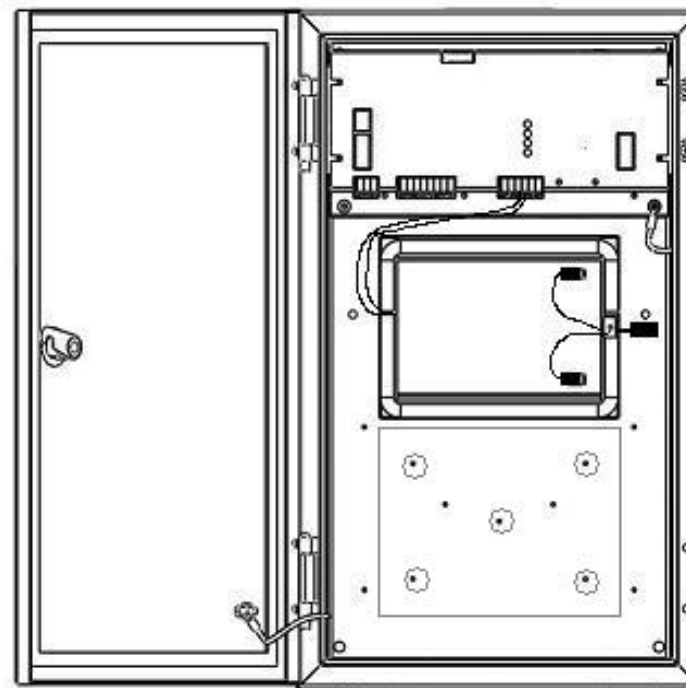

Рис.2 БИРП-Т с термостатом АБ
6.3 Вложить в корпус термостата нижнюю часть теплоизоляции. Затем плату подогрева с радиатором, проводами налево. Провода провести через паз корпуса. Вложить боковые части теплоизоляции. Установить батарею, согласно рис.2. Снять защиту с клемм батареи, надеть на них жгут для АБ, **красный провод на плюсовую клемму, черный – на минусовую**. Провести провода жгута через правый паз корпуса. Вложить верхнюю часть теплоизоляции. Закрепить крышку и закрепить саморезом.
6.2 Закрепить корпус термостата в пяти точках монтажной панели, указанных на рис.2